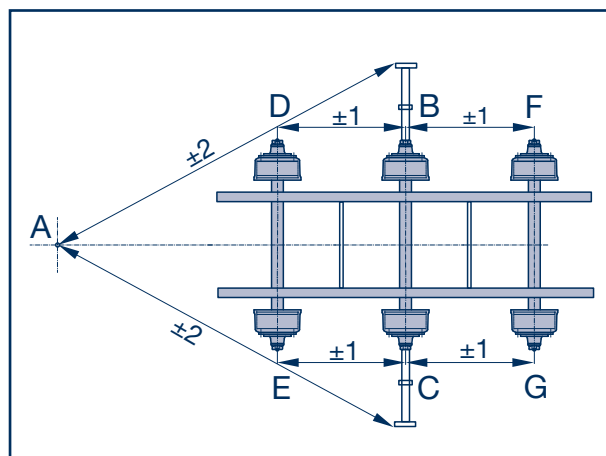
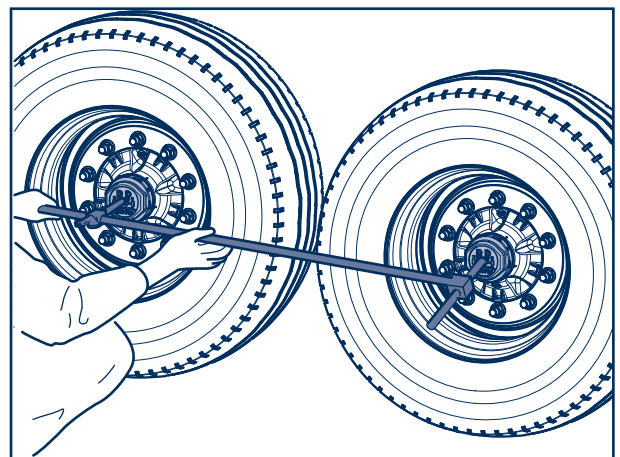

Fig. 5
Fig. 9
- [7] Messungen wiederholen, bis die Diagonalmäße A-B und A-C gleich groß sind (Fig. 5).
- [9] Abstand von der Bezugsachse bis zu den nächsten Achsen mit Körnerspitzen im Dreieck der Nabenkapseln (Fig. 9) bzw. bei alten Nabenkapseln in den Ansenkungen der Achsschenkel messen, zul. Toleranz ± 1 mm (Fig. 5).
- [7] Repeat measurements until the diagonal dimensions A-B and A-C are of equal size (Fig. 5).
- [9] Measure distance from the reference axle to the nearest axles with lathe centers in the triangle of the hub caps (Fig. 9) or, in the case of old hub caps, in the recesses of the axle stub; permissible tolerance ± 1 mm (Fig. 5).
- [7] Répéter les mesures jusqu'à ce que les cotes diagonales A-B et A-C aient les mêmes dimensions (fig. 5)
- [9] Mesurer l'écart entre l'essieu de référence et les essieux suivants en posant les extrémités d'un pointeau dans le triangle des capuchons de moyeux (fig. 9) resp., s'il s'agit d'anciens capuchons, dans les creux des fusées, tolérance autorisée ± 1 mm (fig. 5).